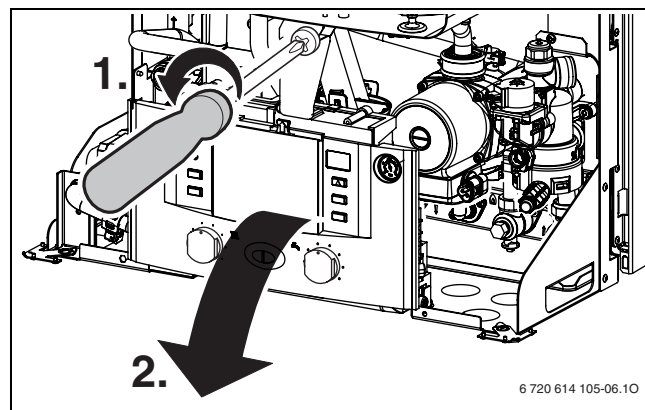

Fig. 20
- Svitare la vite di fissaggio (→ rif. 1, fig. 20) e far ruotare il cruscotto comandi verso il basso.